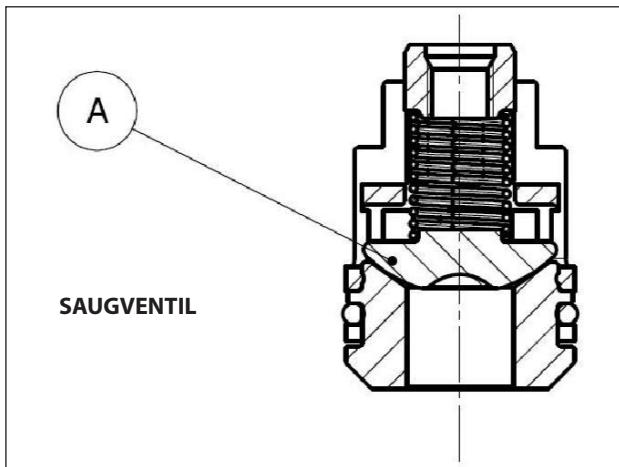
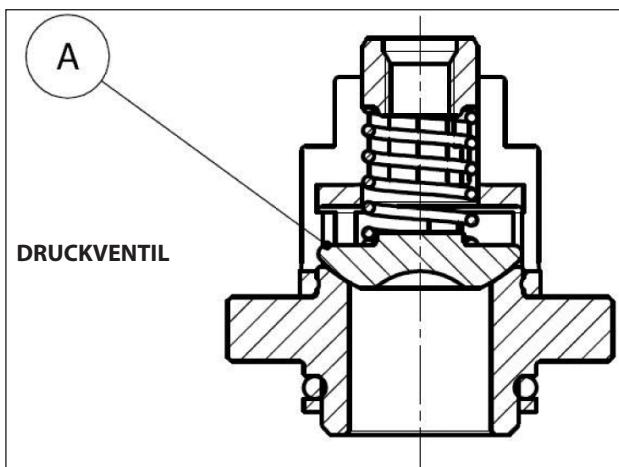

Abb. 26
Abb. 27
2. Achten Sie bei Version HF18 außerdem darauf, die Kugelventile auf Saugseite nicht mit denen auf Druckseite "A" (Abb. 26, Abb. 27), Pos. 46 Explosionszeichnung, zu verwechseln, siehe Kapitel 16 der Betriebs- und Wartungsanleitung.